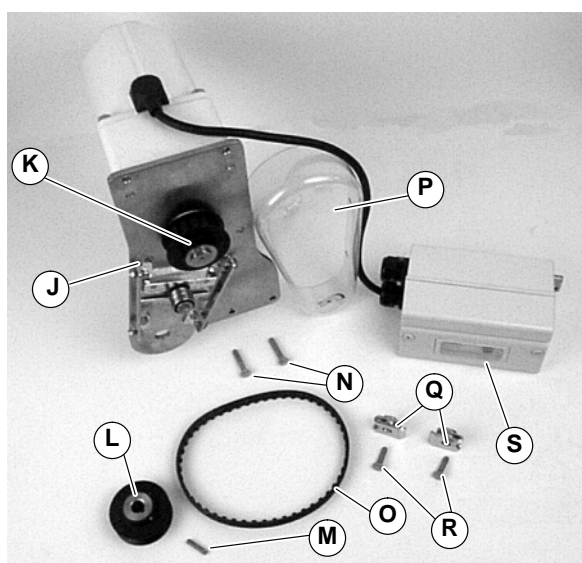

Abbildung 2
1. Typische Bauteile (Abbildung 2)